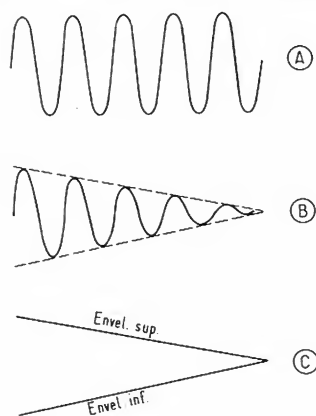

Fig. 2
Voici à la **figure 2** en (A) la forme du signal sinusoïdal appliqué à l'entrée inverseuse du LM324, en (B) la forme désirée du signal modulé à obtenir à la sortie S du même CI.